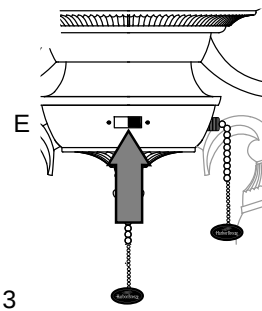

Fig. 3
3. Use el interruptor de reversa, en la caja del interruptor (E), para optimizar el uso del ventilador durante las estaciones del año. [Fig. 3] Un ventilador de techo le permitirá subir el termostato en verano y bajarlo en invierno sin notar una diferencia en su comodidad.